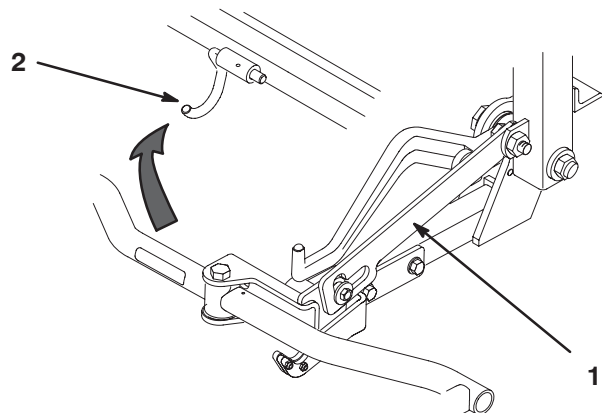

Bild 17
C. Heben Sie das geschlitzte Verbindungsteil an und drehen Sie das Zuggestell auf den Drahhaken (Bild 17).